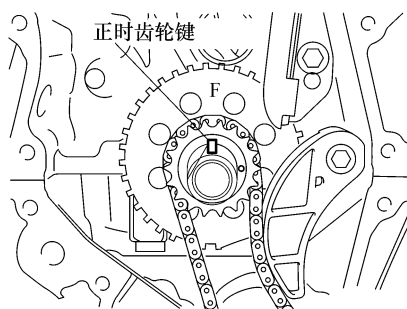

图 1-92 转动曲轴使正时齿轮键位于顶部
① 检查 1 号气缸是否在压缩行程上止点 (TDC) 位置。
b. 逆时针转动曲轴，以使正时齿轮键位于顶部，见图 1-92。